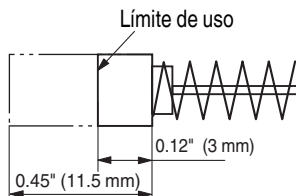

Fig. 13
4. Inspección de las escobillas de carbón (Fig. 13)